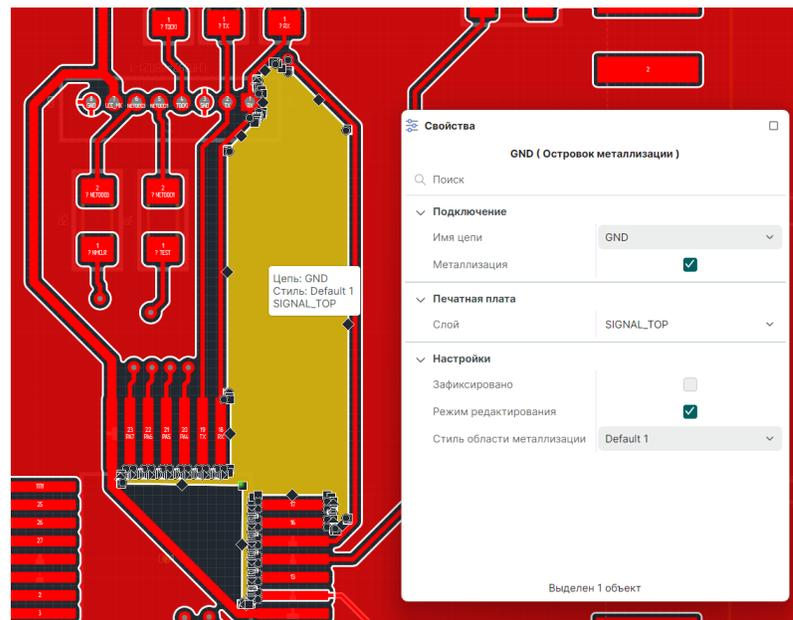

Рис. 501 Измененная геометрия островка металлизации
4. Завершите перемещение точек трансформации, геометрия островка изменена, см. Рис. 501.